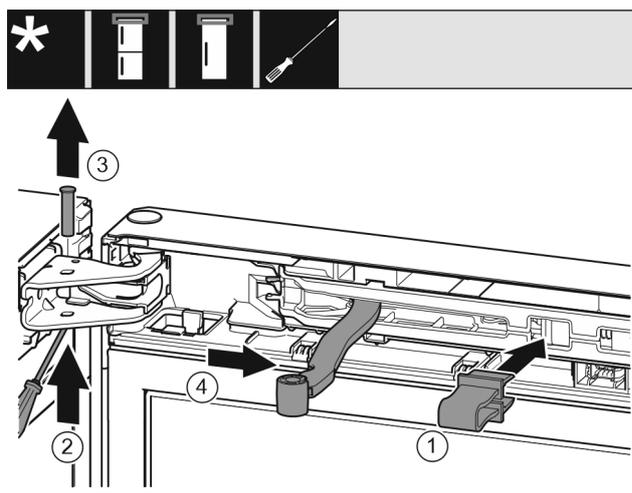

Fig. 10
- ▶ Innestare il fusibile Fig. 10 (1) nell'apertura.
- ▶ Estrarre il perno Fig. 10 (2).
- ▶ Rimuovere il perno Fig. 10 (3) verso l'alto.
- ▶ Ruotare il giunto Fig. 10 (4) in direzione della porta.